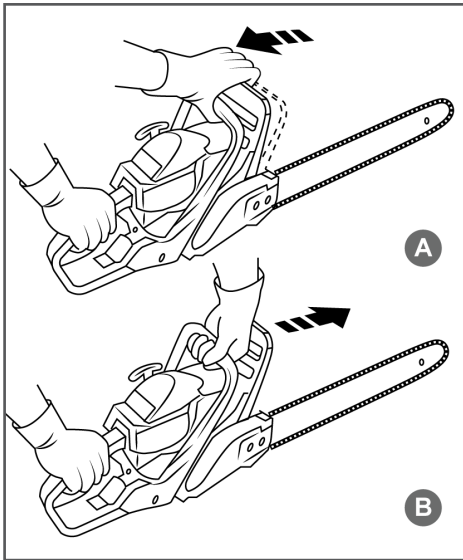

Рис. 7 Проверка механического тормоза цепи
Тормоз цепи выключен (цепь может вращаться), когда ручка тормоза взведена (Рис. 7А).
Тормоз цепи включен (цепь не имеет возможности вращаться), когда ручка тормоза находится в отжатом положении (Рис. 7В).
3. Используя тормоз цепи, переместить левое запястье от себя и нажать им на ручку тормоза, не отпуская рукой переднюю рукоятку пилы (Рис. 7В).
6. Вздвигите ручку тормоза (Рис. 7А).
4. Убедитесь, что тормоз цепи включен (цепь заторможена), как показано на Рис. 7В.
После запуска двигателя немедленно выключите тормоз пильной цепи. Для этого потяните ручку тормоза на себя до щелчка (Рис. 7А).